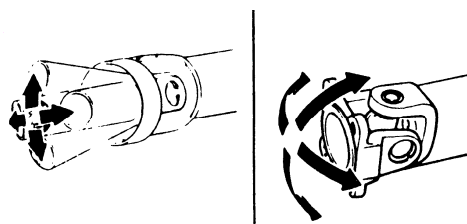

图 3-104 检查万向节在各个方向的动作
- (1) 如图 3-104 所示，检查轴套叉和法兰叉是否磨损、有无损伤或裂缝。
- (2) 如图 3-104 所示，检查传动轴叉是否磨损、有无损伤或破裂。
- (3) 如图 3-104 所示，检查传动轴有无弯折、扭曲或破裂。
- (4) 如图 3-104 所示，检查万向节在各个方向的动作是否平稳。